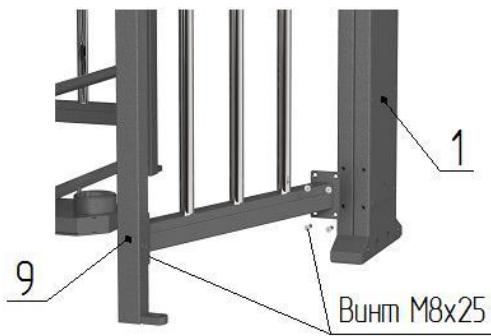

Рис. 4
– к боковым плоскостям стойки крыла прохода **1** и **2** установите ограждения **9** и **10** (предварительно заведите в отверстия стойки крыла прохода провода световых индикаторов **12**, кабели заземления) и закрепите винтами M8x25 (рис.4);